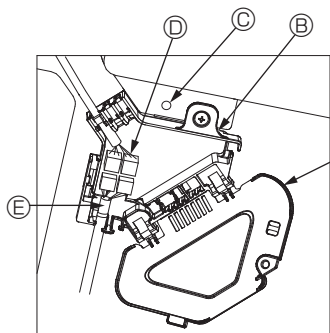

Fig. 10-8
- Den Verbindungskabelstecker des Luftklappenmotors und den Steckverbinder an der Blende für den Luftklappenmotor im Anschlusskasten sicher verbinden. (Fig. 10-8)